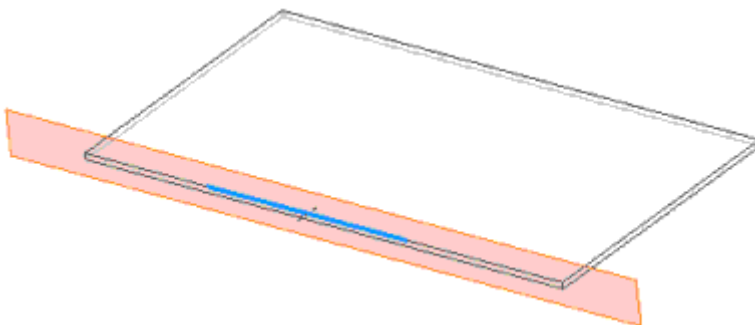

Bild 7: Schnittdarstellung der neuen Skizze
4. Starten Sie aus dem Pulldown Menü *Ansicht > Schnittdarstellung* (Bild 7).